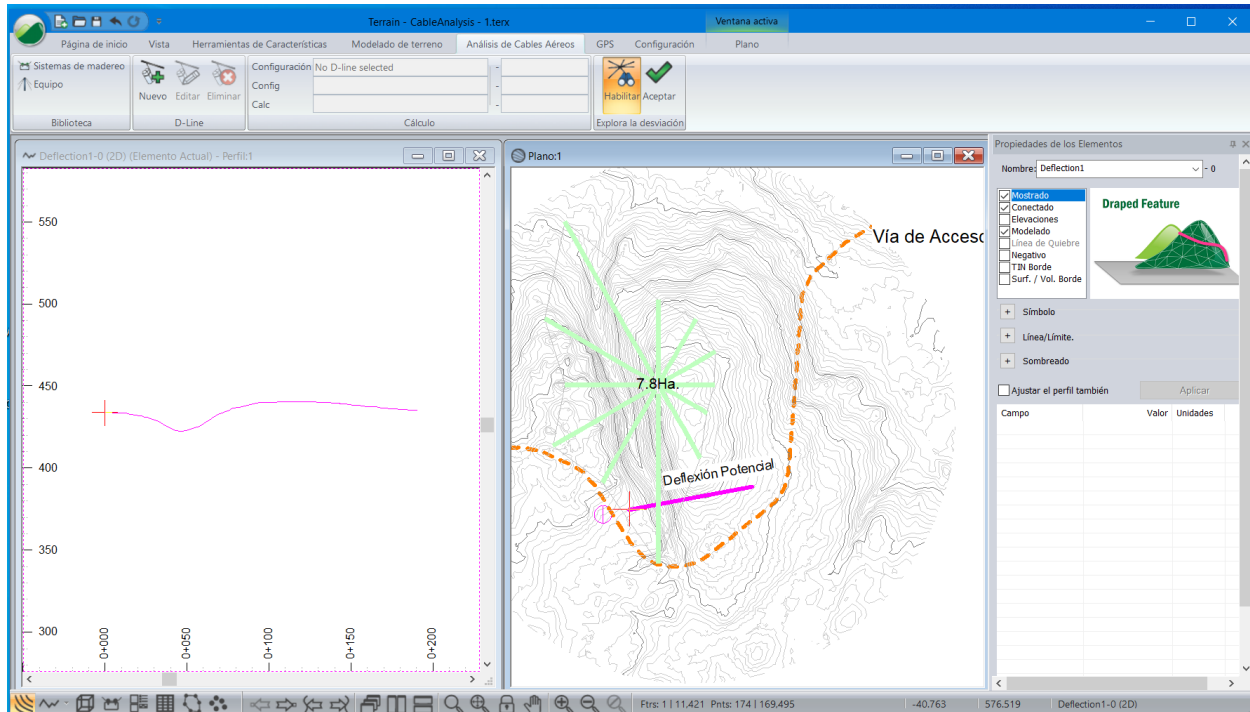

Figura 4-3: Vista de la Herramienta Explorador de Deflexión
- En la vista de Plano, el cursor cambiará a . Haga clic cerca al centro de la superficie topográfica para ver las D-Lines radiales extenderse desde un punto central como se muestra en la Figura 4-3.